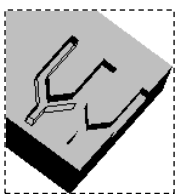
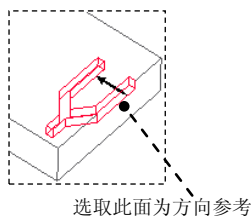

图 4.5.6 平移复制特征
图 4.5.7 平移方向
Step4. 创建图 4.5.6 所示的平移复制特征。
(1) 在 **模型** 功能选项卡选择 **操作** → **特征操作** 命令。
(2) 在菜单管理器中, 选择 **Copy (复制)** → **Move (移动)** → **Select (选择)** → **Independent (独立)** → **Done (完成)** 命令, 选取上一步创建的拉伸特征 2, 再选择 **Done (完成)** 命令。
(3) 在菜单管理器中, 选择 **Translate (平移)** → **Plane (平面)** 命令, 再选取图 4.5.7 所示的面作为平移方向参考面, 调整平移正方向如图 4.5.7 所示; 平移距离值为 12.0; 选择 **Done Move (完成移动)** → **Done (完成)** → **Done (完成)** 命令。
(4) 在“组元素”对话框中, 单击 **确定** 按钮, 完成平移复制。